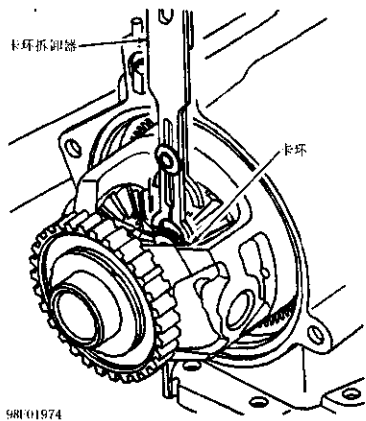

图 2-62 拆下输出轴卡环
2) 保持行星架不动，转动输出轴，直到看见输出轴卡环上的开口。使用卡环拆卸器（J-34757）推卡环部分离开输出轴（图2-62）。用尖嘴钳拆下卡环。将输出轴拉出变速驱动桥，小心不要损坏输出轴轴承。
(7) 前差速器行星架轴向间隙检查